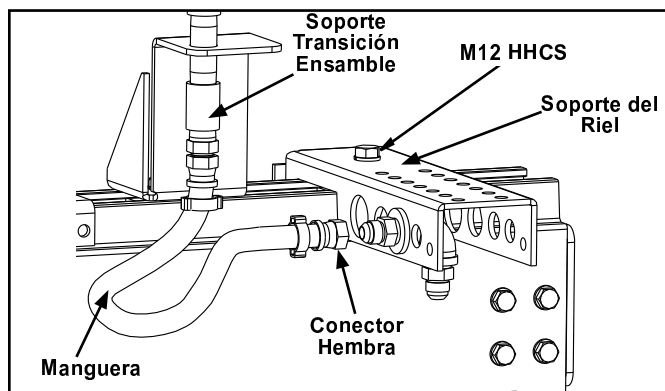

Figura 3-121
- Paso 2. Apriete M12 HHCS para asegurar soporte en canal superior de riel del puente. Vea Figura 3-121.